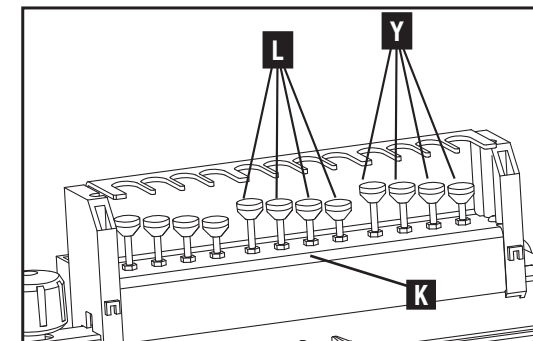

Fig. H9
- * Si está utilizando una plantilla estándar semiciega/cónica deslizante en una OMNIJIG de 406 mm (16"), ajuste la profundidad mediante los calibres cónicos deslizantes de profundidad de la broca en (L) Fig. H9. Elija el calibre (L) que usará según la combinación de broca de rebajadora y guía para plantillas correspondiente que figura en la etiqueta en (K).
- * Si está utilizando una plantilla semiciega/cónica deslizante en una OMNIJIG® de 610 mm (24"), utilice los calibres de profundidad en (Y). Estos son los calibres definidos por el usuario, que deben configurarse de acuerdo con las instrucciones incluidas en el apéndice. Eleve la broca de la rebajadora antes de configurar la rebajadora conforme al calibre de profundidad de la broca. Baje lentamente la broca de la rebajadora hasta el calibre. La profundidad de corte se establece cuando la broca apenas toca el calibre.